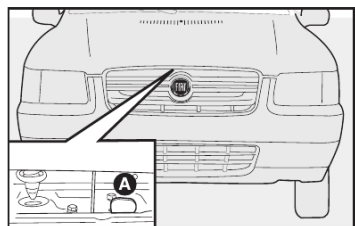

fig. 67
2) empurrar a trava A-fig. 67.